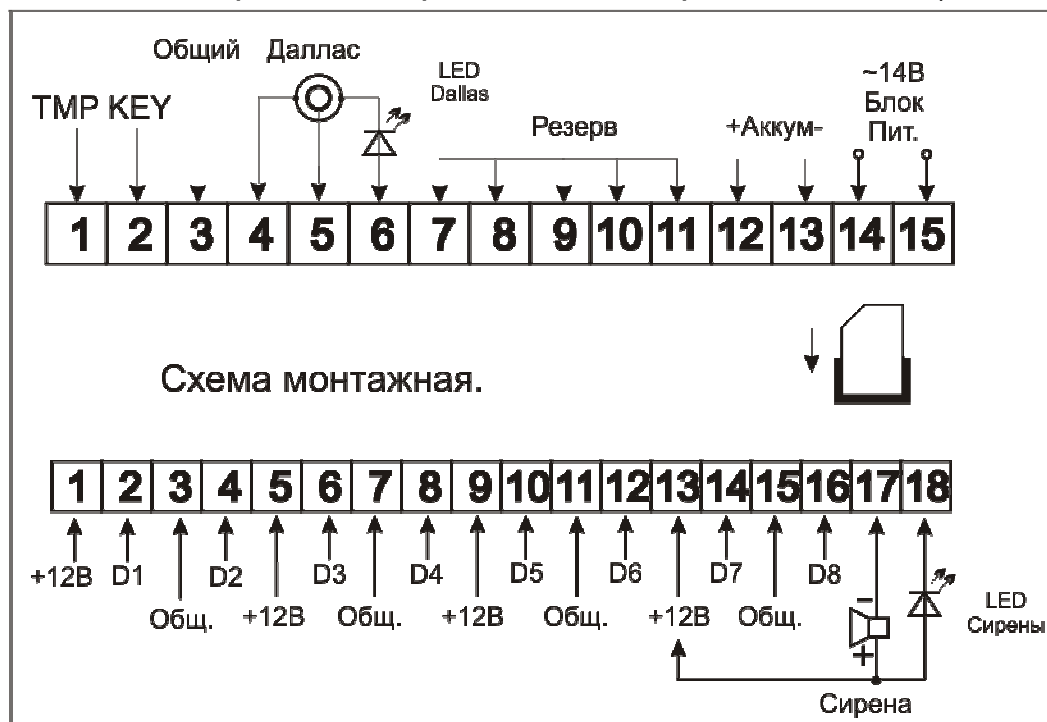

Рисунок 3.3
- Подключить датчики в соответствии с монтажной схемой (рисунок 3.3 или на обратной стороне снятой передней панели)